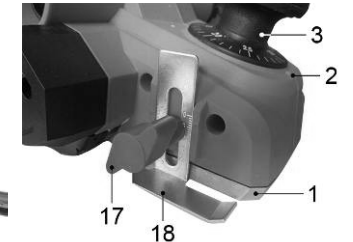

Рис. 5
7.2. Установка ограничителя глубины строгания (Рис. 5)